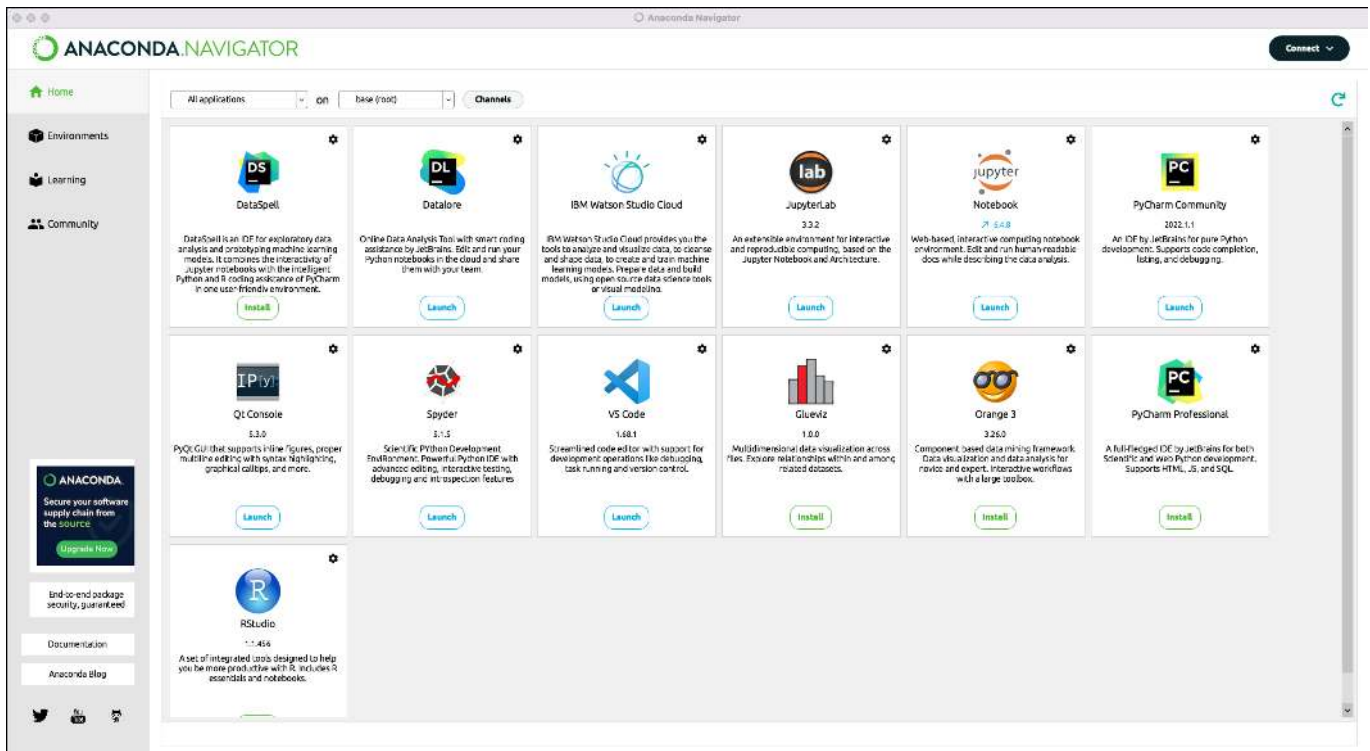

FIGURE TP3 – Fenêtre d'Anaconda.
- Pour cela, recherche *Anaconda Navigator* dans la liste des programmes de l'ordinateur. Cliquez dessus pour lancer ce programme. Une fenêtre telle que la figure TP3 s'ouvre.